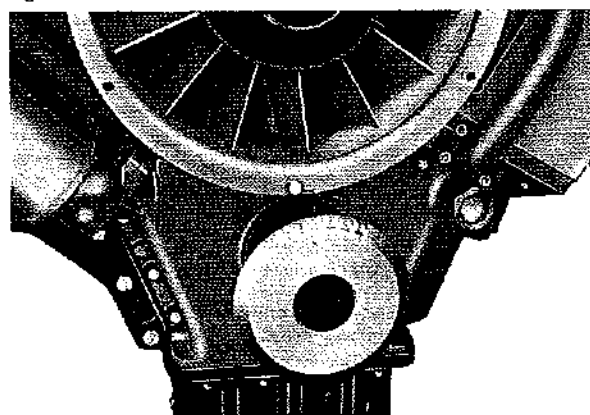

Fig. 81
- Fissare il disco graduato 68450003A all'albero motore ed azzerare l'indice (Fig. 81) in corrispondenza del P.M.S. del pistone n° 1.